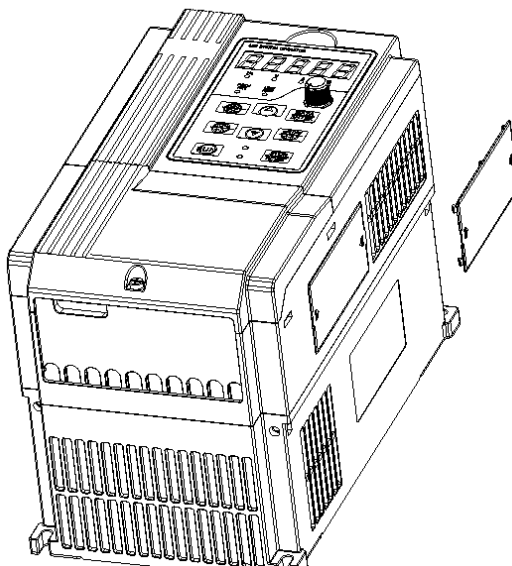

Рис. 3-8. Демонтаж и монтаж пылезащитного кожуха
- a. Монтаж пылезащитного кожуха: пылезащитный кожух, согласно Рис. 3-8, монтируется параллельно корпусу. Доступно для моделей до 22 кВт.